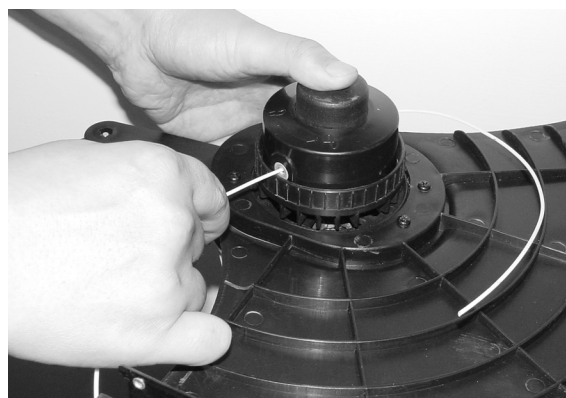

Fig. 9
1. Antes de encender la bordeadora de césped por primera vez, asegúrese de que las líneas de nylon toquen o pasen por encima de la cuchilla de cortar las líneas. Si no son lo suficientemente largas, pulse la perilla de choque y, a la vez, tire de las líneas de nylon. (Fig. 9).